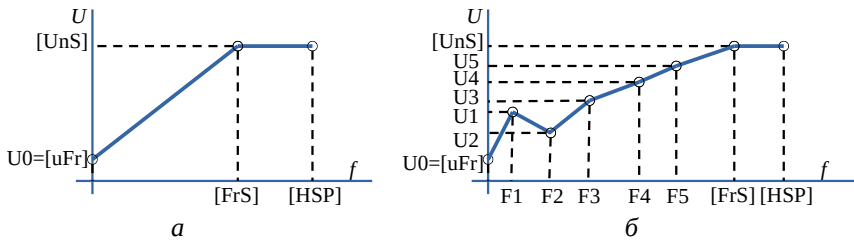

Рисунок 5.1. Вольт-частотні характеристики законів (**Std**) (а) та (**UF5**) (б)
- [U/F VC Standard] (**Std**) – скалярне частотне керування з підтримкою співвідношення U/f . Для застосувань, що не вимагають високої продуктивності. Допускає паралельне живлення декількох двигунів рис. 5.1 а;
- [U/F VC 5pts] (**UF5**) – скалярне частотне керування з вольт-частотною характеристикою, яка формується користувачем (керування «по п'яти точкам») рис. 5.1 б;
В діапазоні частот [**HSP**] > f > [**FrS**] рис. 5.1 настає режим ослаблення поля (друга зона регулювання), в якому частота змінюється при незмінному рівні напруги, магнітний потік зменшується нижче номінального і приблизно зворотно пропорційний вихідній частоті.